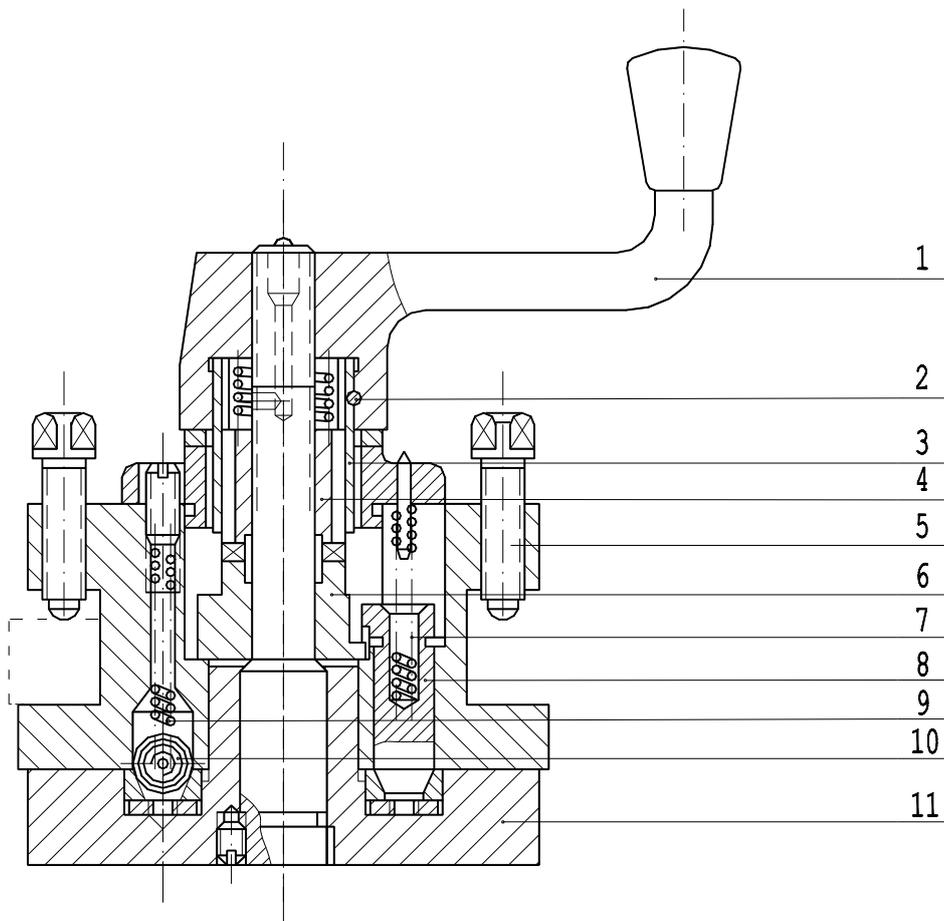

Рис. 15 Устройство держателя инструмента
При повороте рукоятки 1 против часовой стрелки (Рис. 15), установочный штифт (7) поднимается посредством штифта (2) для приведения в действие (3), (4), и (5). Вращая рукоятку 1, можно установить держатель в необходимое положение. При вращении рукоятки 1, стальной шар (9) попадает в коническое отверстие держателя (10) с помощью пружины (8). Одновременно с этим деталь (5) опускает установочный штифт (7), штифт (7) устанавливается в необходимое положение пружиной (6). Затем с помощью рычага (1), держатель зажимается по резьбе.
Откройте зажимные винты (5) держателя инструмента (Рис. 15), установите токарные инструменты в гнезда держателя так, чтобы инструменты выступали из держателя примерно на 37 мм. В общем случае выступ инструмента должен оставлять не более 1~1.5 толщины инструмента. Отрегулируйте высоту вершины инструмента для соответствия центру заготовки (оси шпинделя), также отрегулируйте высоту инструмента согласно оси центра задней бабки. После завершения регулировки высоты вершины инструмента, закрутите винт (5).